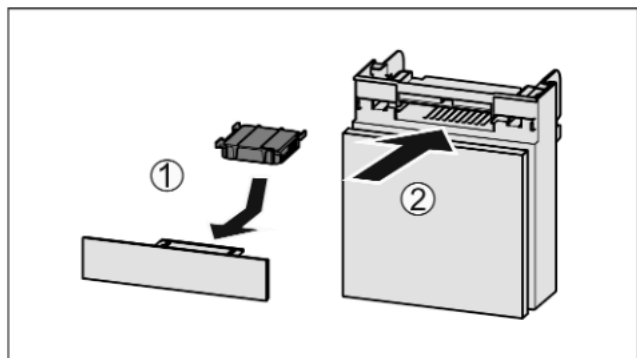

Fig. 103
- ▶ Inserire il vano Fig. 103 (2).